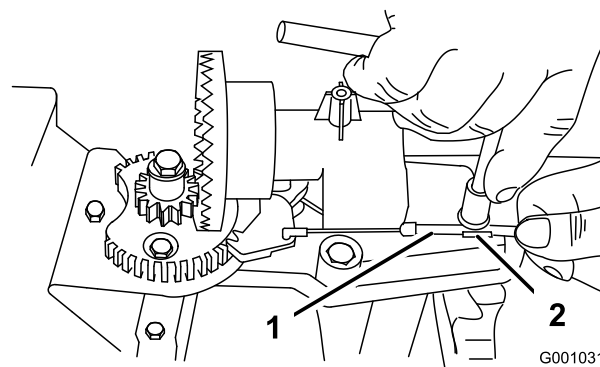
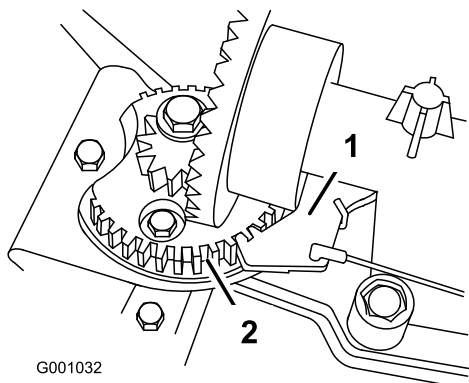

Figure 47
Figure 48
- Desserrez le boulon du serre-câble (Figure 47).
- Saisissez la gaine du câble et déplacez-la vers l'avant de la machine jusqu'à ce que le cliquet de verrouillage de l'éjecteur s'engage complètement dans les dents du secteur (Figure 47 et Figure 48).
**Remarque:** Le cliquet est rappelé par ressort et s'engage naturellement dans les dents du secteur (Figure 48).